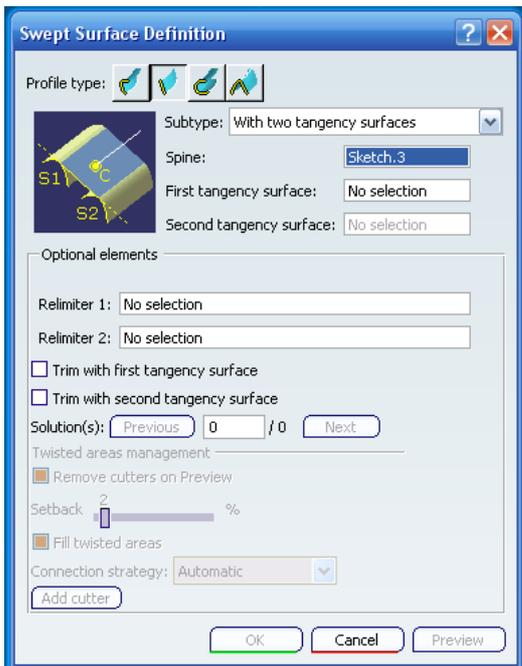

Ilustración 409: Definición de subtipo *With two tangency surfaces*.
7.- *With two tangency surfaces*: este subtipo genera una superficie de barrido tangente a dos curvas. La ventana de definición es la que se muestra en la Ilustración 409.